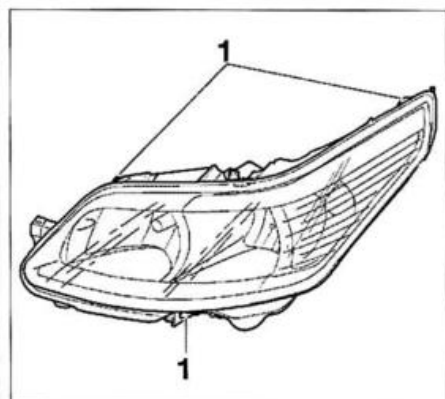

FIG. 7
- Desmontar los tornillos de fijación (1) (fig. 7).